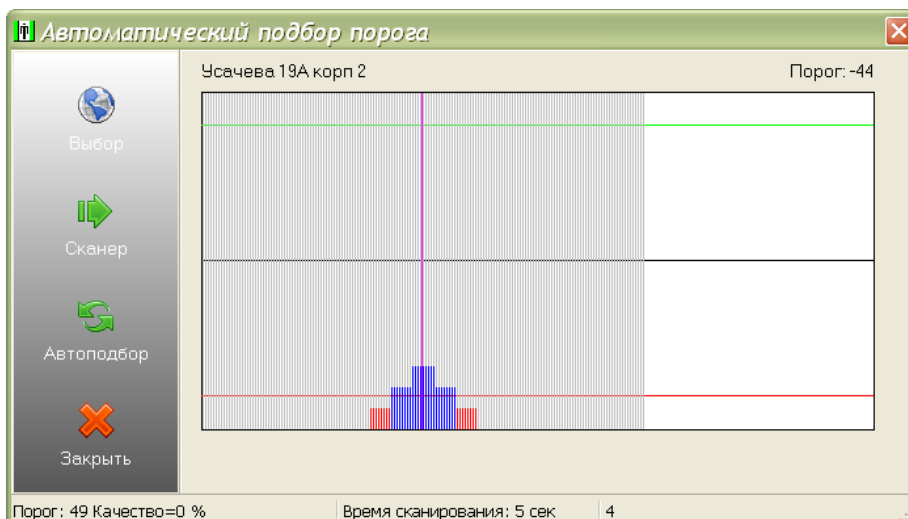

Рисунок 43
- нажать кнопки «Сканер» и затем «Автоподбор» в окне «Автоматический подбор порогов» (рисунок 43).